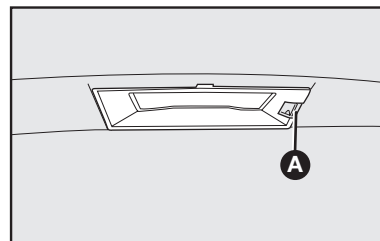

fig. 58
1) Retirar a tampa acrílica forçando-a com uma chave de fenda no ponto indicado **A**-fig. 58.